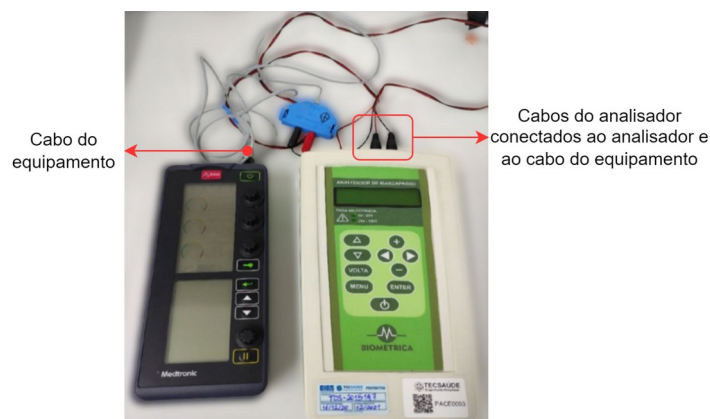

Figura 4 - Conexão de analisador de marcapasso cardíaco à marcapasso cardíaco - eletrodo invasivo.
1. Com o equipamento e o analisador de marcapasso cardíaco desligados, realize as conexões entre o analisador e o equipamento a ser analisado, conforme Figura 4.